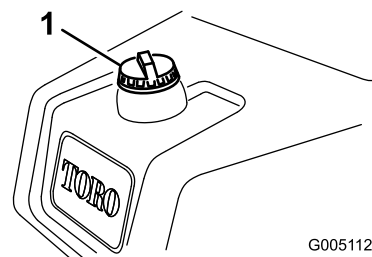

Figura 25
1. Pulite attorno al tappo del serbatoio del carburante e rimuovetelo (Figura 25).